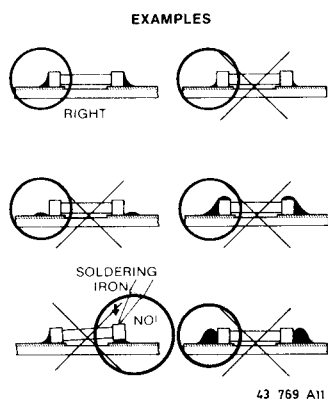

Fig. 5
- Die Zinnlotmenge soll zweckmässig sein: Mit einer Uebersmenge kann der Chip rissig werden und andere Schwierigkeiten erfahren (Krümmung der Printplatte, geknickte Anschlüsse usw.). Siehe Bild 5.